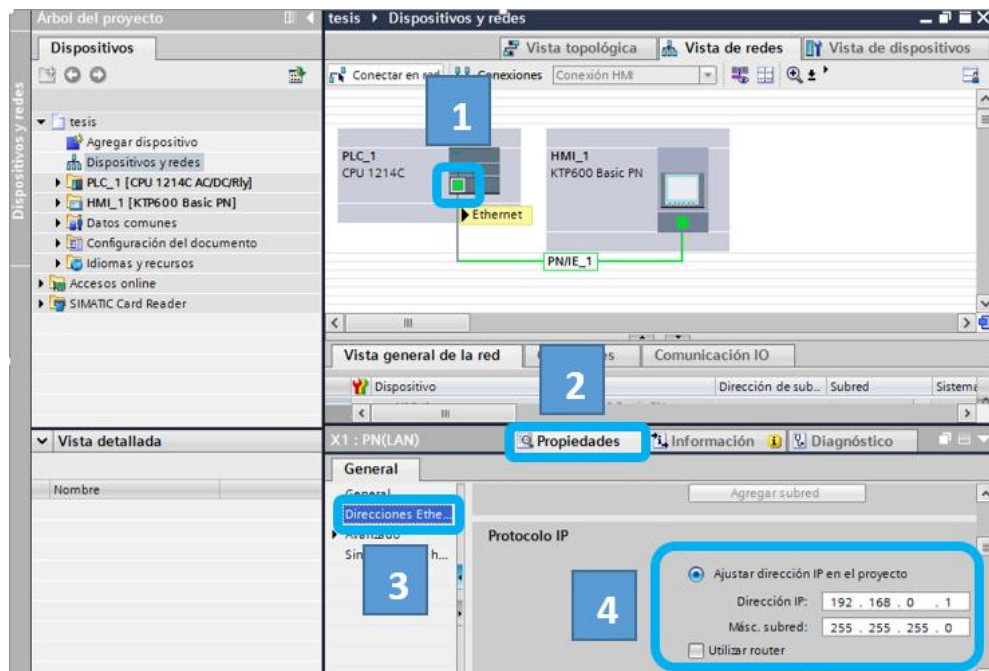

Figura 2.36: Configuración de la Dirección IP del PLC.
9. Dar clic en el punto verde del PLC para configurar la dirección IP como se indica en la figura 2.36.